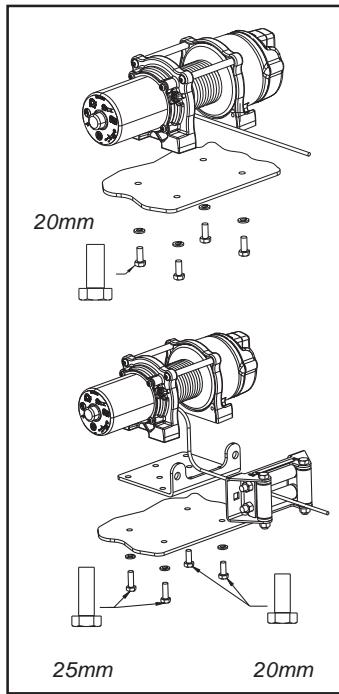

Abbildung 4: Ausrichtung der Winde und der Montageplatte.
- Hinweis:** Bei Verwendung separater Montage- und Seilführungsplatten: Sechskant-Kopfschrauben (M8 – 1,25 x 25 mm, Grade 8) an der Motorseite des Sockels (siehe Abbildung 4) befestigen.